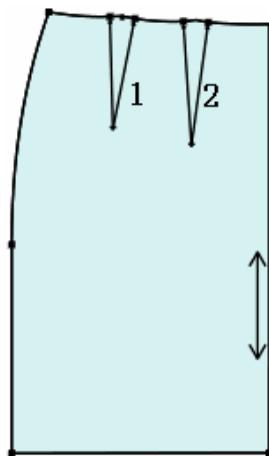
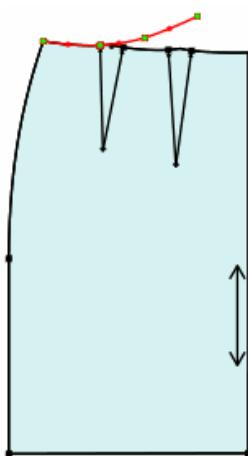

图 1
图 2
1. 如图 1, 用该工具依次点击省 1、省 2 后击右键后为图 2;